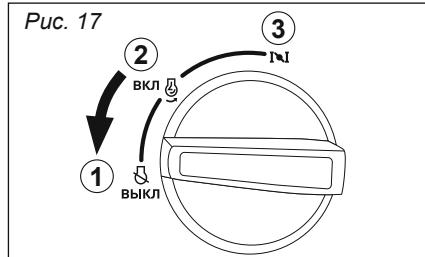

Рис. 17
2. Поверните переключатель «3 в 1» в положение 1 «ВЫКЛ» (рис. 17).